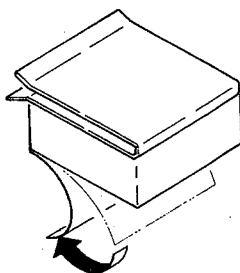

Abb.38
- (10) Die Vinylfolien von den Unterseiten der Metallhalterungen abziehen, so daß die Gummierung freigelegt ist. Die Halterungen nun an der Zusatzschublade anbringen (siehe Abb. 38).